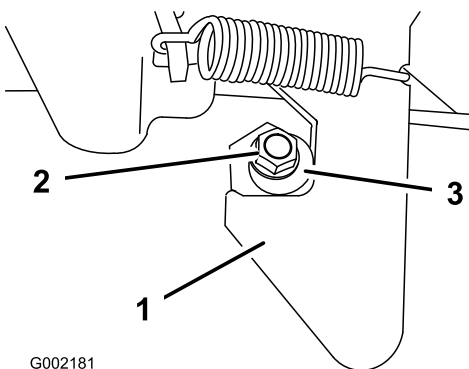

Figura 65
1. Desaperte a porca de bloqueio na extremidade do perno do trinco (Figura 65).
2. Rode o perno do trinco no sentido dos ponteiros do relógio até encostar à zona de gancho do trinco (Figura 65).